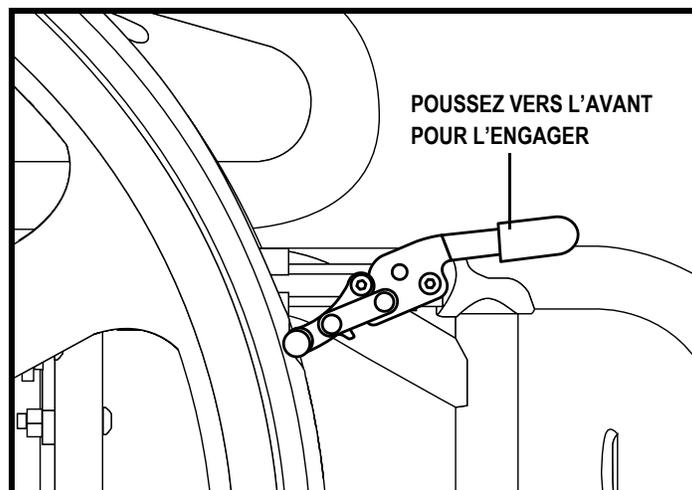

Figure 6. Frein de stationnement droit engagé (pesez pour engager montré)
1. Engagez les deux freins manuels de stationnement. Voir la figure 6.
1. Engagez les deux freins manuels. Voir la figure 6.